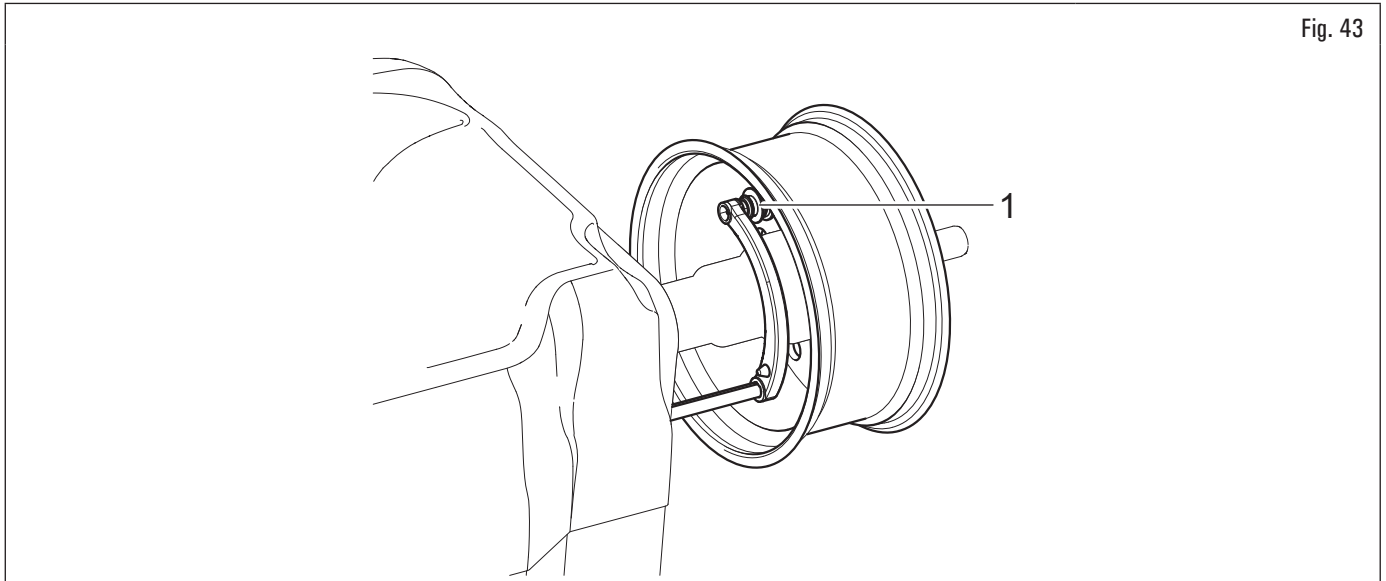

Fig. 43
2. positionner la pince de la pince distance-diamètre (Fig. 43 réf. 1) à contact avec la jante.